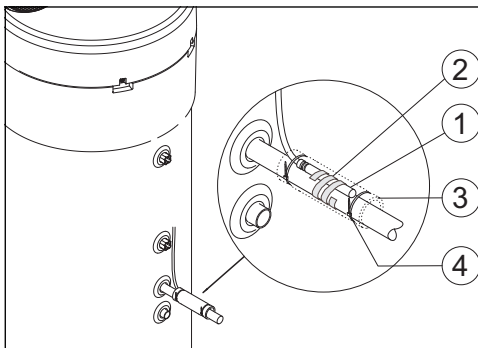

Bild 8
- Den Temperaturfühler NTC des Zubehörs [1] wie in Bild 8 dargestellt positionieren.